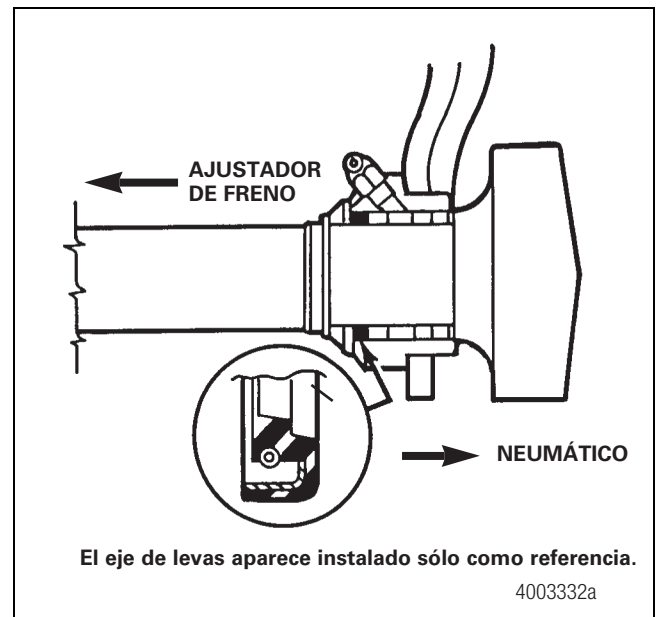

Figura 12.31
- A. En bujes plásticos, instale un sello de grasa. Verifique que el borde del sello apunte hacia el ajustador de freno y que el cuerpo del sello está presionado contra el casquillo de acero. Figura 12.31.